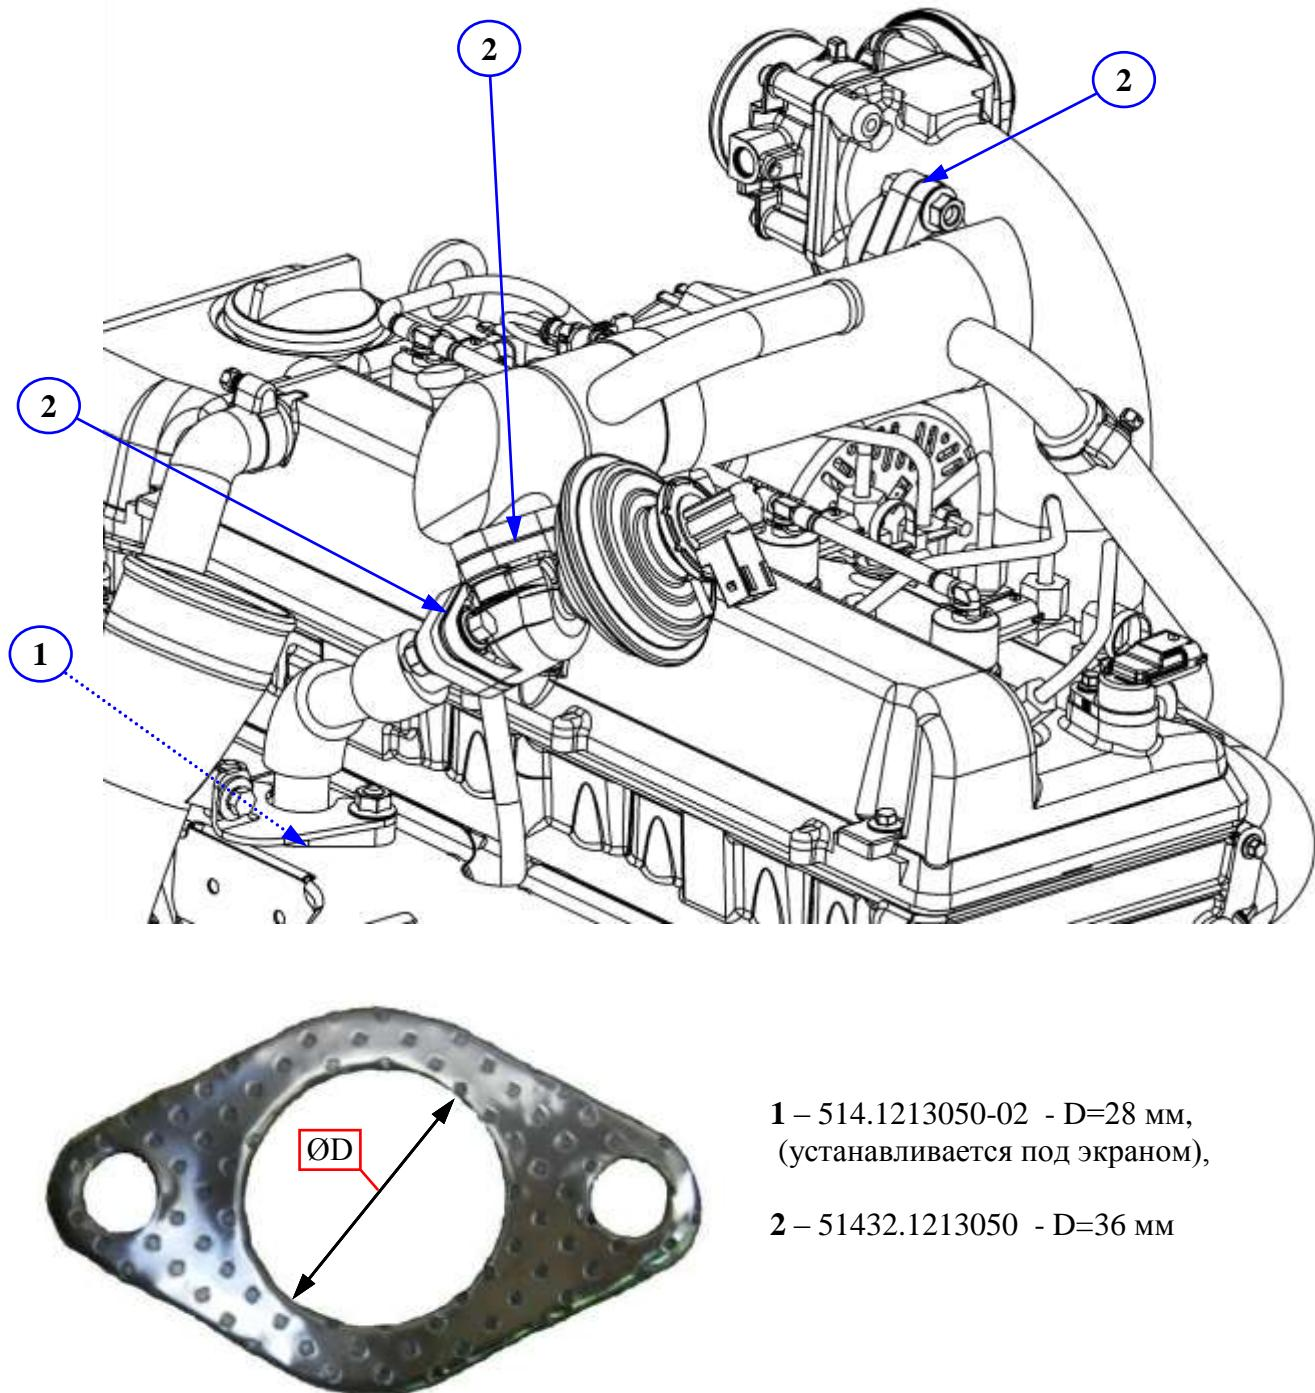

Рис. 77. Внешний вид и расположение прокладок клапана рециркуляции.
**Прокладка клапана рециркуляции отработавших газов** (рис. 77) предназначена для уплотнения газовых стыков между деталями системы рециркуляции. Изготавливается из материала ЛПМ Графлекс Г-2П S12 толщиной 1мм (поставщик ЗАО НПО «УНИХИМТЕК»). Для уплотнения газовых стыков «ОРГ - патрубок впускной трубы», «ОРГ - КРОГ», «КРОГ - проставка» применяется прокладка (51432.1213050) с диаметром центрального отверстия 36 мм. Для уплотнения газового стыка «выпускной коллектор - теплоизоляционный экран» применяется прокладка (514.1213050-02) с отверстием 28 мм.